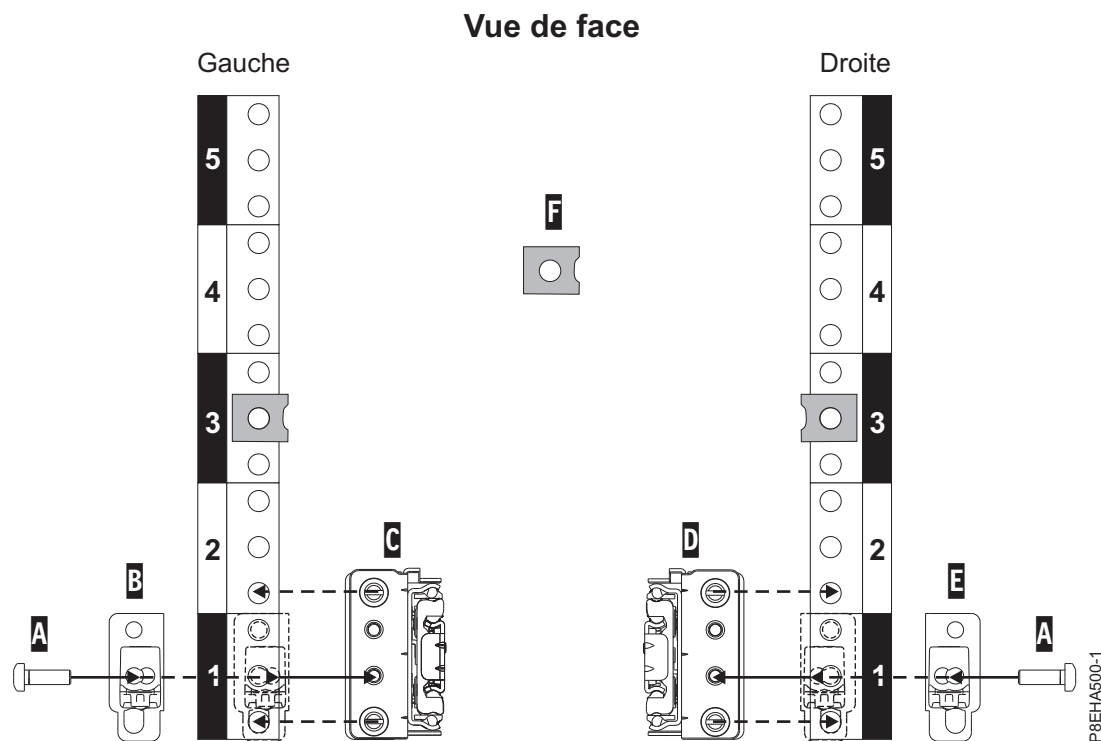

Figure 3. Fixation des glissières à l'avant de l'armoire
3. A l'avant de l'armoire, positionnez la glissière de gauche (C) entre les normes de montage EIA avant et arrière côté gauche, comme illustré dans la figure 3, à la page 4.
6. Positionnez le loquet de fermeture avec ressort (B) en recouvrant l'espace EIA avant de la glissière, comme illustré dans la figure 3.
7. Utilisez le tournevis torx T25 pour fixer le loquet de fermeture avec ressort à la bride de la glissière avant avec une vis type torx M5 X 16 mm (A) placée dans le trou central (1b) de l'unité EIA, comme illustré à la figure 3.
8. Répétez les étapes 2, à la page 3 à 7 pour la glissière de droite (D), comme illustré dans la figure 3. La lettre R est inscrite au verso de l'emplacement de la glissière de droite.
9. Fixez les deux écrous clips (F) aux emplacements EIA relatifs 3b sur les normes de montage EIA verticales avant côté droit et côté gauche, comme illustré dans la figure 3.